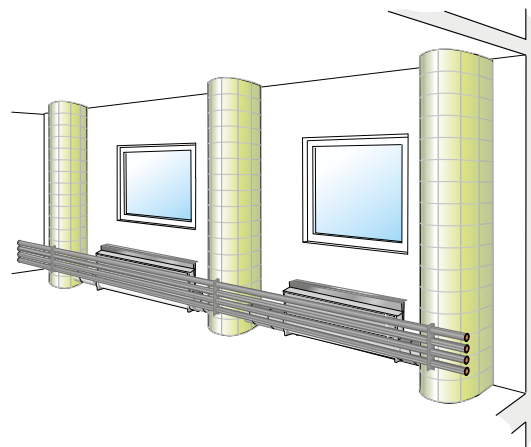

Figura 6. PRIMO con tubo di distribuzione anteriore.
- PRIMO con tubo di distribuzione anteriore (Figura 6)